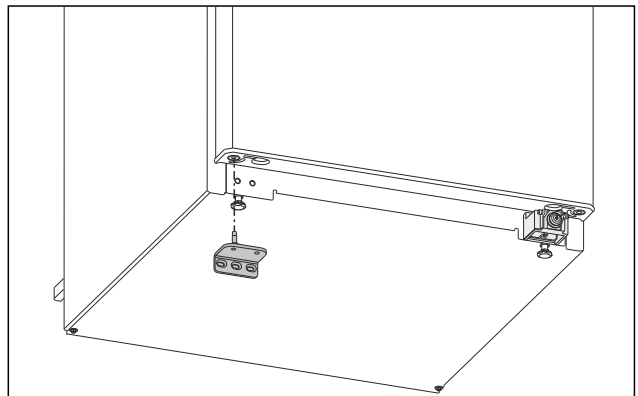

Fig. 23
- Plaats de onderste lagersteun aan de tegenoverliggende kant. (zie Fig. 23)